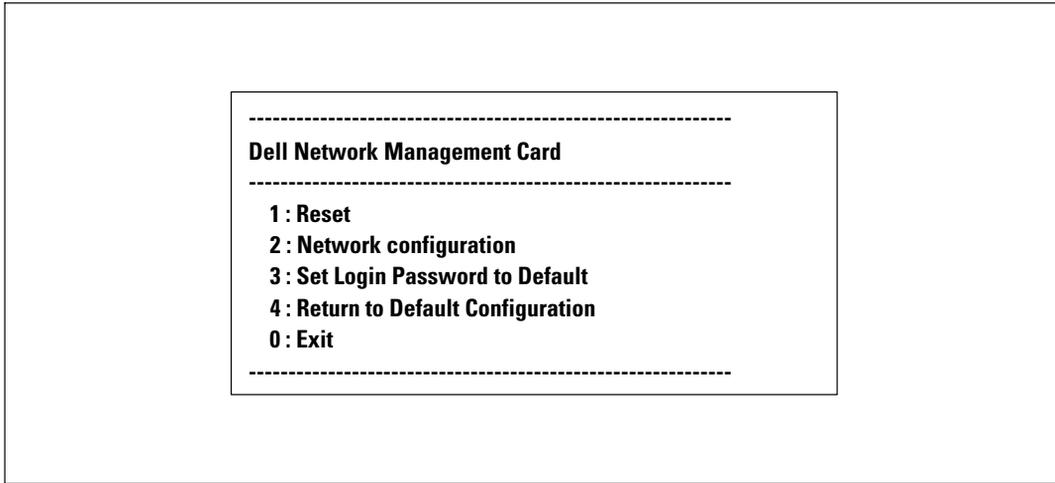

Figure 38. Menu principal de la Carte de gestion de réseau Dell
- 3 Entrez le mot de passe **admin** (non modifiable). Le menu principal de la Carte de gestion de réseau Dell s'affiche (voir Figure 38).